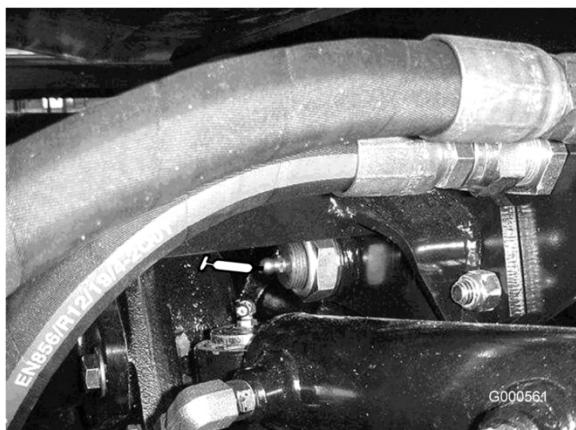

Figura 25
- Casquillos del pivote del eje trasero (2) (Figura 25)